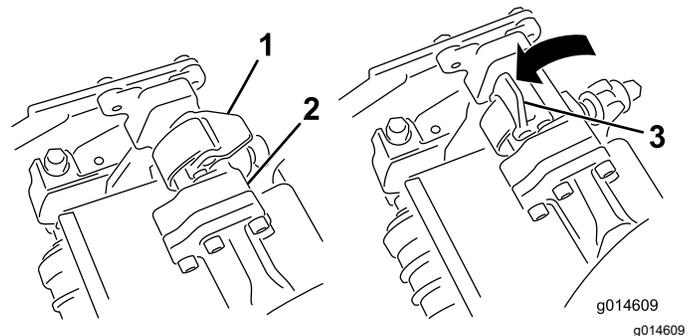
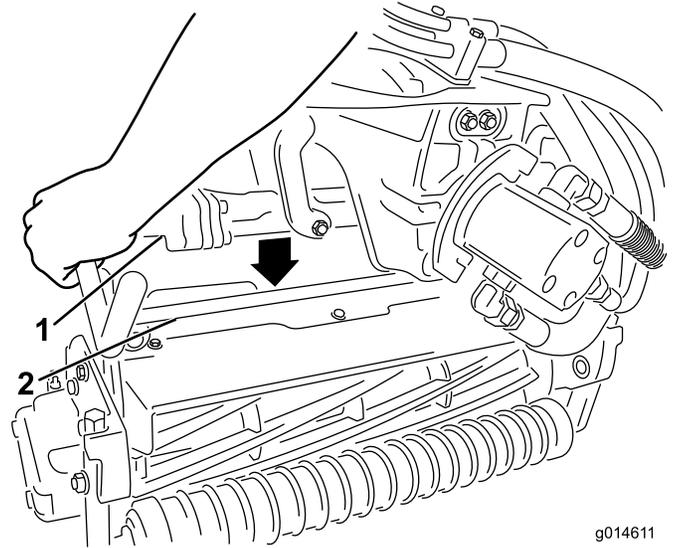

図 46
図 47
3. サスペンションアームのバーについているラッチを上向き開いた状態にして 図 46、サスペンションアームを押し下げて、バーを、カッティングユニットのバーの上に被せるようにする 図 47。
4. ラッチを下げて閉じるとカッティングユニットのバーがロックされてユニットがアームにセットされる 図 46。
4. 取り外したいカッティングユニットのサスペンションアームのバーについているラッチを開く(図 46)。